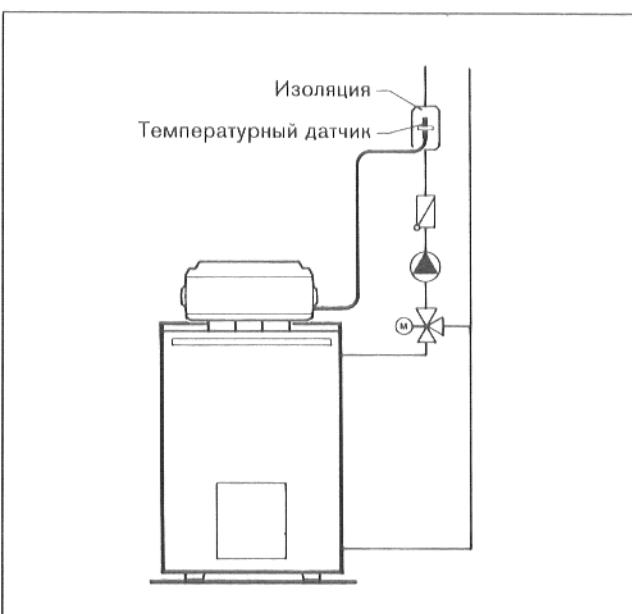

Рис. 1
2. Монтаж контактного датчика следует производить непосредственно за смесителем отопления и насосом отопительного контура, на труbe подводящего контура отопления (рис. 1).